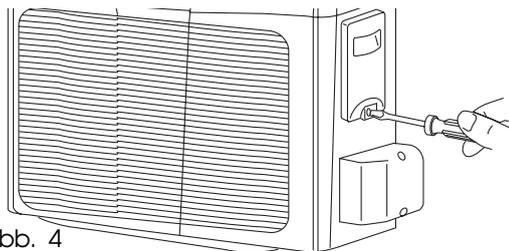

Abb. 4
- 2) Nehmen Sie durch Abschrauben der entsprechenden Schraube (Abb. 4) den an der Außeneinheit angebrachten Schutz für den elektrischen Anschluss ab. Diesen **Vorgang mit nicht angeschlossenem Netzstecker durchführen.**